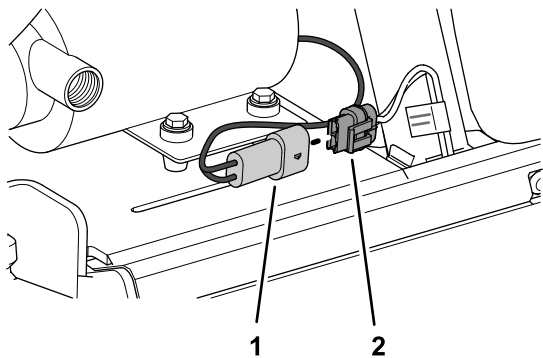

图 25
4. 从标有冲洗泵的机器线束的 2 插槽电气接头上拔掉防尘塞图 25。
5. 将冲洗水箱泵线束的 2 针接头插入标有冲洗泵的机器线束的 2 插槽接头图 25。